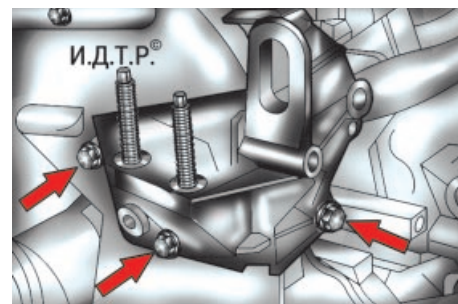

Рис. 5.17. Крепление кронштейна правой опоры подвески силового агрегата
6. Снимите кронштейн 5 (рис. 5.17) правой опоры подвески силового агрегата, вывернув три болта его крепления.